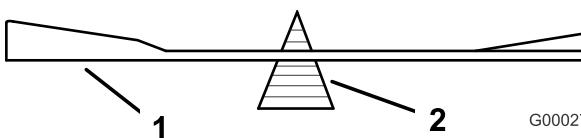
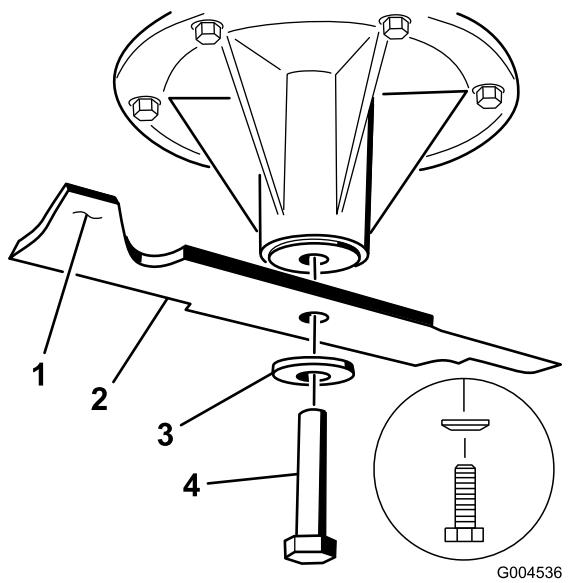

Figura 58
Figura 59
2. Verifique el equilibrio de la cuchilla colocándola sobre un equilibrador de cuchillas (Figura 58). Si la cuchilla se mantiene horizontal, está equilibrada y puede utilizarse. Si la cuchilla no está equilibrada, rebaje algo el metal en la parte de la vela solamente (Figura 59). Repita este procedimiento hasta que la cuchilla esté equilibrada.
1. Instale la cuchilla en el eje (Figura 59).
2. Instale la arandela de muelle y el perno de la cuchilla. El cono de la arandela de muelle debe estar orientado hacia la cabeza del perno (Figura 59). Apriete el perno de la cuchilla a 115–150 Nm (85–110 pies-libra).